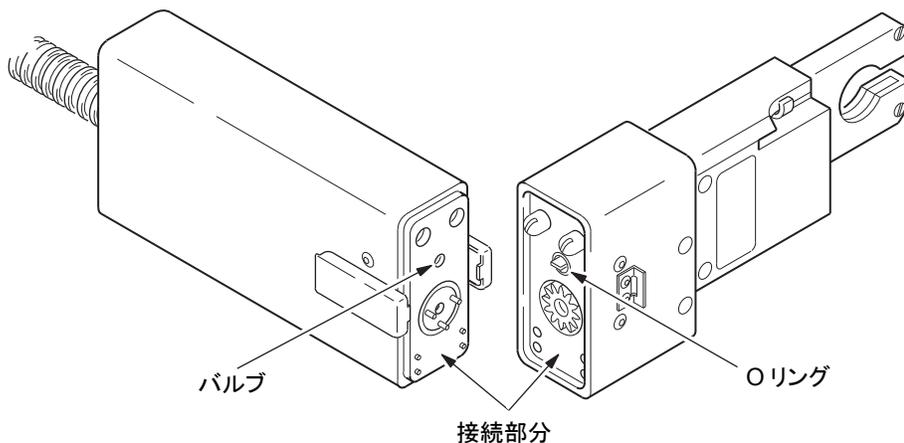

図 5: Oリングおよび接続部分
2. マイクロ・ウェルド・ヘッドのシールド・ガス・ポートの所定の位置に、Oリングが取り付けられていることを確認します(図 5)。Oリングは、ガス・ポートをシールします。ポート内のバルブが開状態になると、モーター・モジュールにガスが流れます。マイクロ・ウェルド・ヘッドがモーター・モジュールに正しく接続されていると、バルブは開状態になります。
3. マイクロ・ウェルド・ヘッドとモーター・モジュールの接続面の位置合わせを行います(図 5)。
ローターが完全にホーム・ポジションに戻っていない場所で溶接を開始しないでください(図 5)。ローターが完全にホーム・ポジションに戻っていない状態でアークが発生した場合、ウェルド・ヘッドが損傷するおそれがあります。